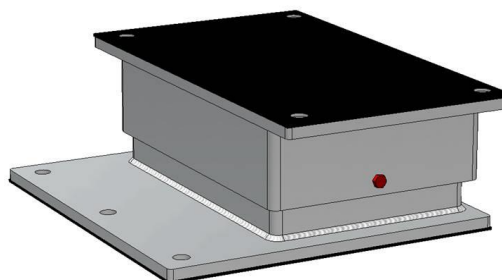

Figura 6. Amortiguador con "tornillo rojo".
- Toda esta operación se debe realizar con los dos (2) tornillos rojos montados (ver Figura 6) para mantener unidas las partes superior e inferior del amortiguador.